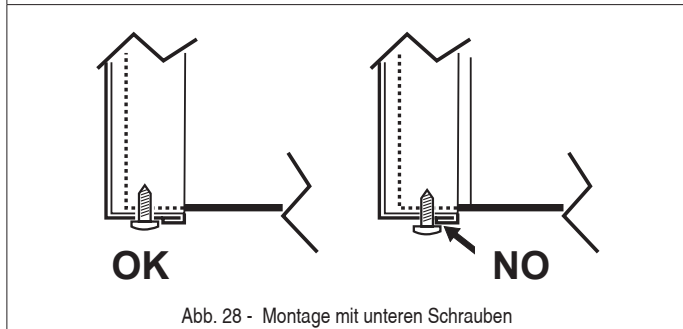

Abb. 28 - Montage mit unteren Schrauben
3. Gehen Sie in umgekehrter Reihenfolge vor, um die Frontplatte wieder zu montieren. Stellen Sie sicher, dass sie korrekt an der oberen Platte befestigt ist und vollkommen an den seitlichen Platten anliegt. Der Kopf der Schraube "A" muss nach dem Anziehen wie in "Abb. 28 - Montage mit unteren Schrauben" angegeben positioniert sein.